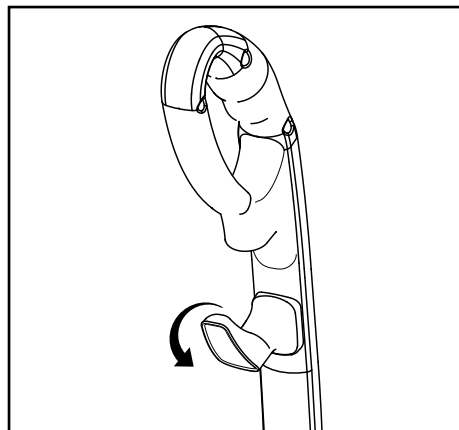

Fig. 3
- El gancho superior para cable de liberación rápida rota para permitir el acceso rápido al cable de alimentación. Gire el gancho superior del cable hacia abajo y puede soltar rápidamente el cable de alimentación al piso sin desenrollarlo de los ganchos del cable (Fig. 3).